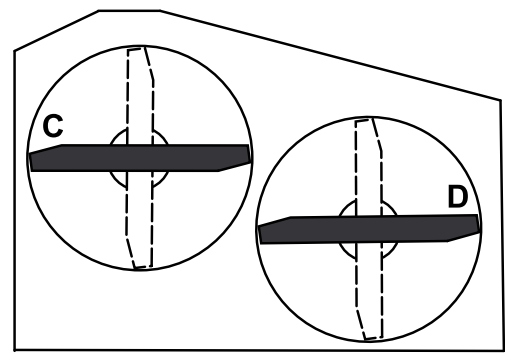

Bild 62
- Stellen Sie die Schnittmesser seitlich. Messen Sie von einer ebenen Fläche bis zu den Stellen **C** und **D** an den Schnittkanten der Messerspitzen (Bild 62).